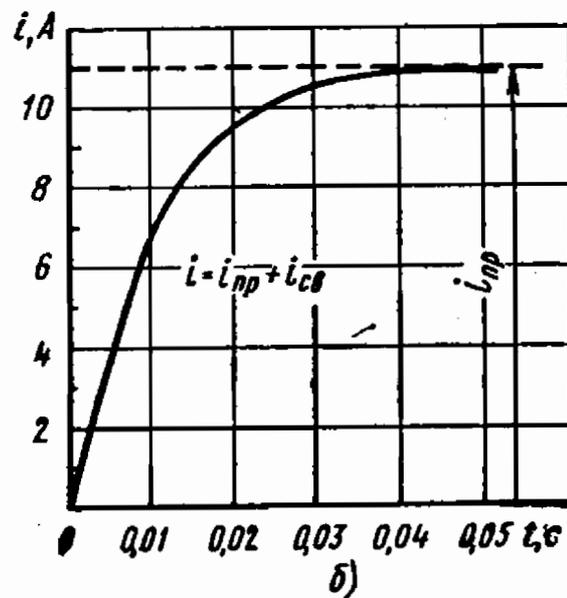

Рис. 7.1
7.1. Катушка, сопротивление которой $r = 10$ Ом и индуктивность $L = 100$ мГ, включается в сеть постоянного тока напряжением $U = 110$ В (рис. 7.1, а).
Кривая тока изображена на рис. 7.1, б.